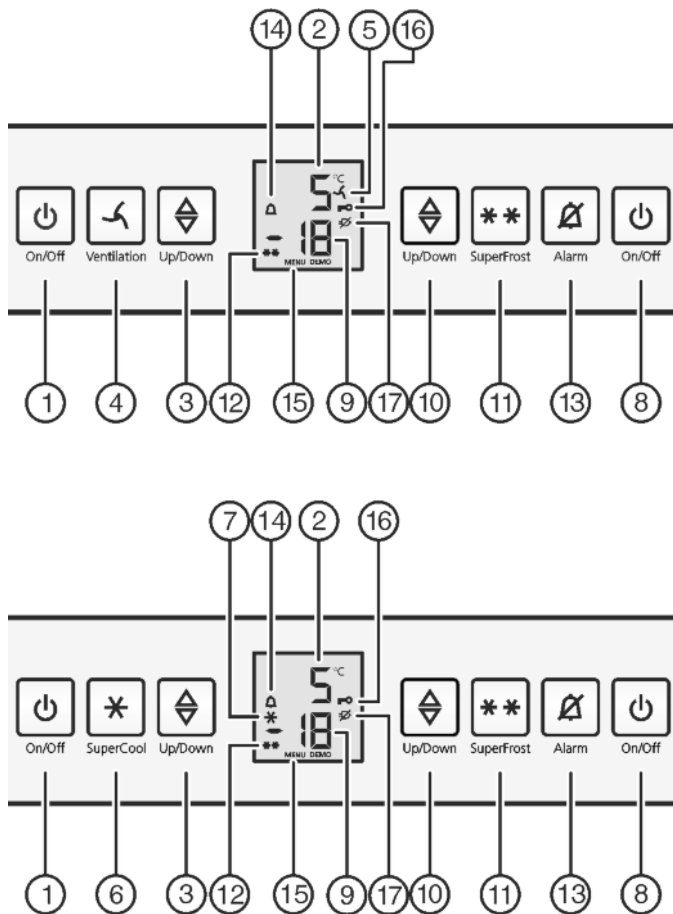

Fig. 2
- ▶ Натисніть кнопку On/Off морозильника Fig. 2 (8).
- ▶ Натисніть кнопку On/Off охолоджувального відділення Fig. 2 (1).
- ▶ Вмикання режиму настройки: натисніть кнопку SuperFrost Fig. 2 (11) і утримуйте її приблизно 5 секунд.
- ▷ На індикаторі відображається символ «Меню» Fig. 2 (15).
- ▶ Для підтвердження натисніть і відпустіть клавішу SuperFrost Fig. 2 (11).
- ▷ На індикаторі світиться символ «Захист» *Fig. 2 (16)*.
- ▶ Натисніть і одразу відпустіть кнопку On/Off морозильника *Fig. 2 (8)*.
- ▶ Вмикання режиму настройки: натисніть кнопку SuperFrost *Fig. 2 (11)* і утримуйте її приблизно 5 секунд.
- ▷ На індикаторі відображається символ «Меню» *Fig. 2 (15)*.
- ▶ Для підтвердження натисніть і відпустіть клавішу SuperFrost *Fig. 2 (11)*.
- ▷ Символ функції захисту *Fig. 2 (16)* гасне.
Одночасно блимає індикатор температури та символ звукового сигналу *Fig. 2 (14)*.
Звукове попередження вимикається автоматично, символ звукового попередження *Fig. 2 (14)* вимикається, індикатор температури перестає блимати, коли температура достатньо низька.
- ▶ натисніть сигнальну клавішу Alarm *Fig. 2 (13)*.